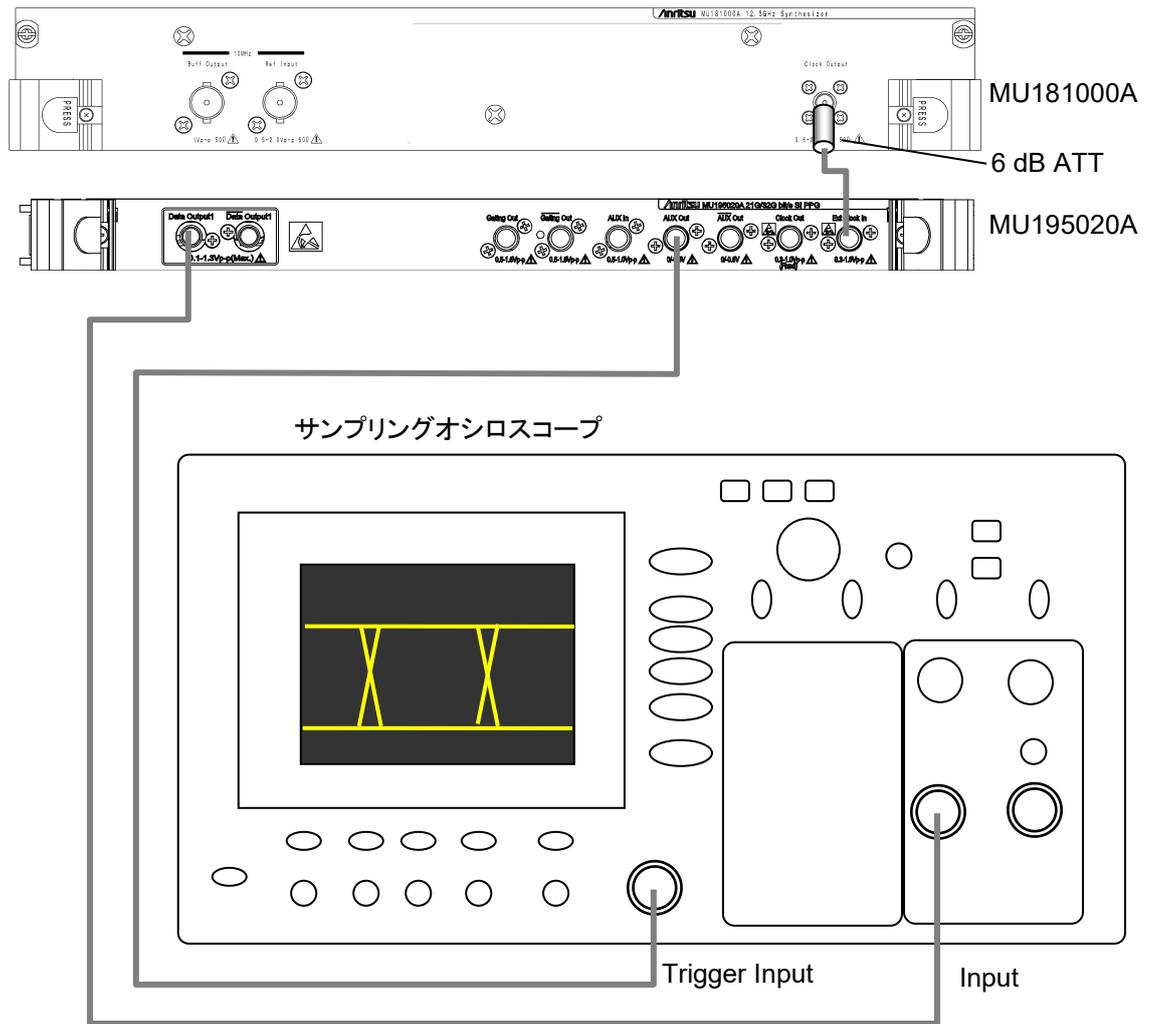

図8.3.2-1 波形試験の接続図
6. 図8.3.2-1に従って, 測定器のケーブルを接続します。